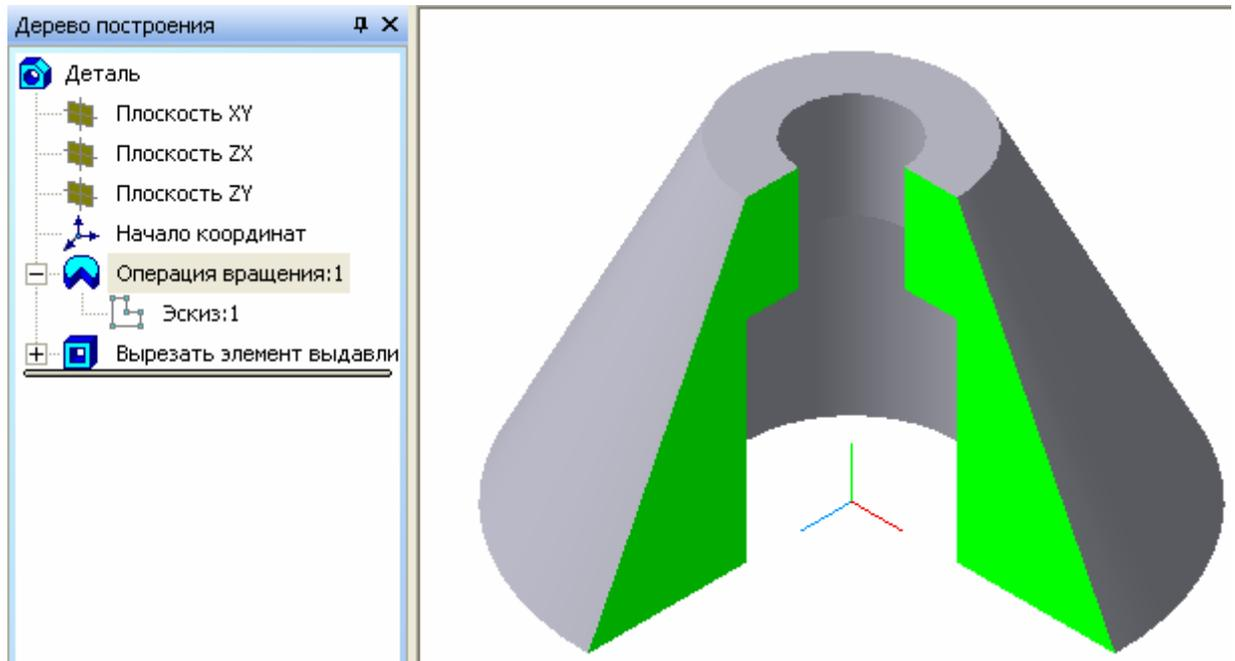

Рисунок 43
3. Для обеспечения наглядности модели создадим вырез, создав предварительно эскиз сечения и используя операцию *Сечение по эскизу*. (Рисунок 43.)